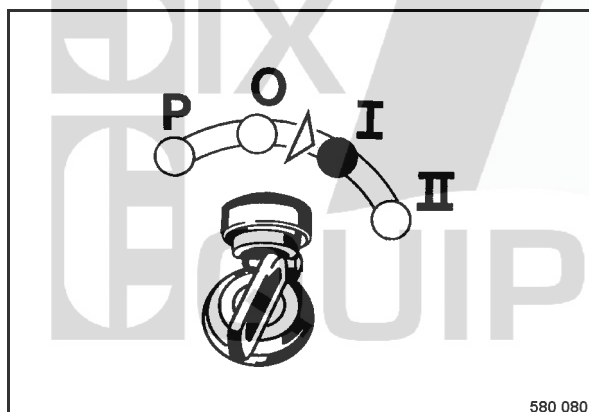

Fig. 88
- Tourner la clé de contact (Fig. 88) sur position "I".